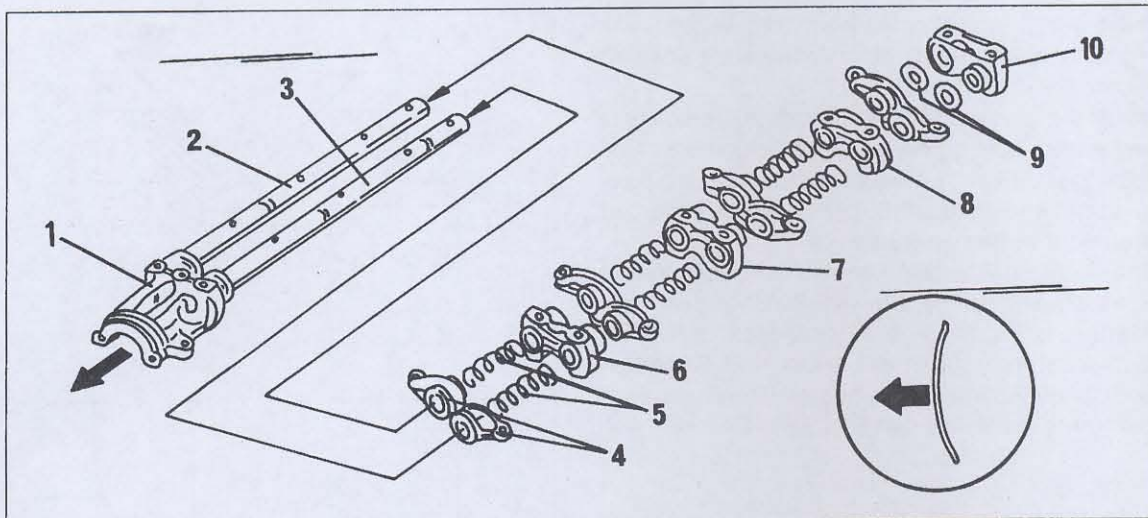

Bild 52
- Unter Bezug auf Bild 52 die rechte Welle (2) und die linke Welle (3) in den vorderen Lagerdeckel (4) einschieben und die beiden Schrauben eindrehen, um die Welle in ihrer Lage zu halten. Die Ausschnitte an der Vorderseite der Welle müssen genau in der Mitte stehen. Zwei Fluchtzeichen im vorderen Lagerdeckel geben ausserdem an, wo die Wellenausschnitte fluchten müssen. Nachdem die Wellen eingesetzt sind, sieht man sich nochmals Bild 52 an.